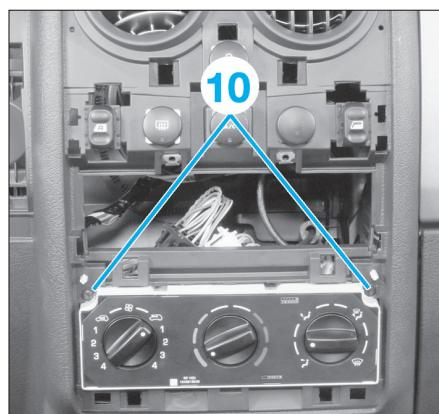

FIG. 34
- Déposer les 2 vis (10) de fixation de la façade de commande de chauffage/climatisation (Fig.34).